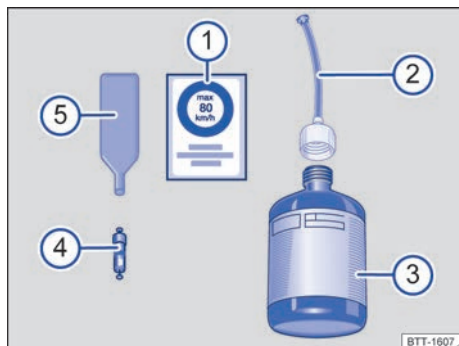

Fig. 184 Representación esquemática: componentes del kit reparapinchazos.
El kit reparapinchazos se compone de los siguientes elementos → fig. 184:
El **desmontaobuses** → fig. 184 5 lleva en el extremo inferior una ranura para el obús de la válvula. Solo así se puede desenroscar y volver a enroscar el obús de la válvula del neumático. Esto también vale para el obús de repuesto 4.
11. Pegue el adhesivo → fig. 184 ① del kit reparapinchazos en el tablero de instrumentos dentro del campo de visión del conductor.
- Desenrosque el obús de la válvula con el desmontaobuses → fig. 184 ⑤ y deposítelo sobre una base limpia.
- Agite enérgicamente la botella de sellante → fig. 184 ③ unas cuantas veces.
- Enrosque fijamente el tubo de llenado → fig. 184 ② en la botella de sellante en el sentido de las agujas del reloj. El precinto de la boca de la botella se perfora automáticamente.
- Retire el tapón del tubo de llenado → fig. 184 ② e introduzca el extremo abierto en la válvula del neumático por completo.
- Enrosque nuevamente el obús en la válvula del neumático con ayuda del desmontaobuses → fig. 184 ⑤.